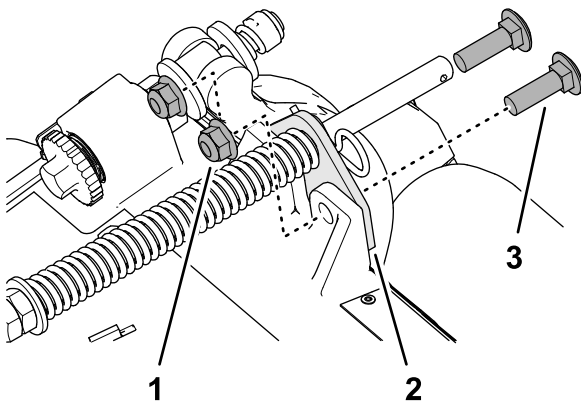

**Figura 17**
1. Si la chaveta está instalada en el orificio trasero de la varilla de compensación del muelle, retire la chaveta e introdúzcala en el orificio situado junto al soporte (Figura 17).